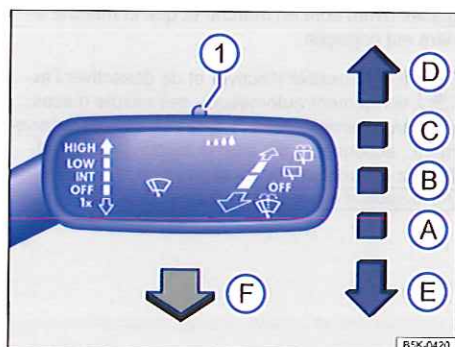

Fig. 90 À droite sur la colonne de direction : commande de l'essuie-glace avant
- Poussez brièvement le levier d'essuie-glace vers le bas $\Rightarrow$ fig. 90